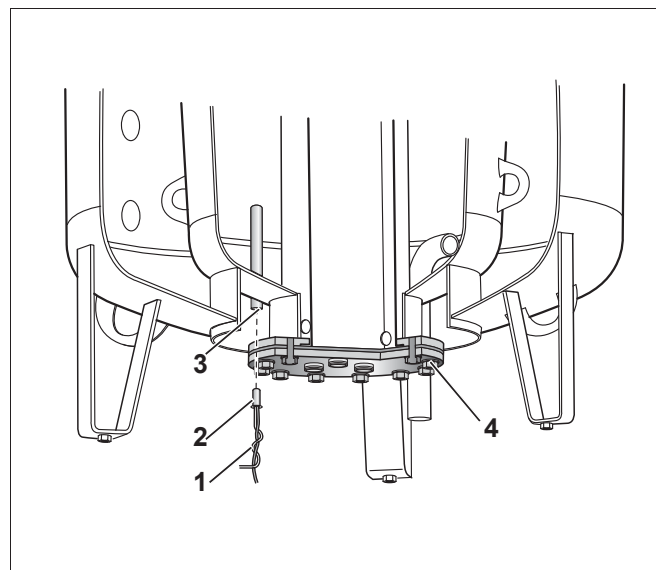

Рис. 9 Точка измерения MB_2 (погружная гильза, солнечный коллектор)
- ▶ Вставьте датчик (рис. 9, [2]) с направляющей проволокой ((рис. 9, [1]) до упора. Направляющая проволока находится в точке измерения MB_2 , см. рис. 9, [3].